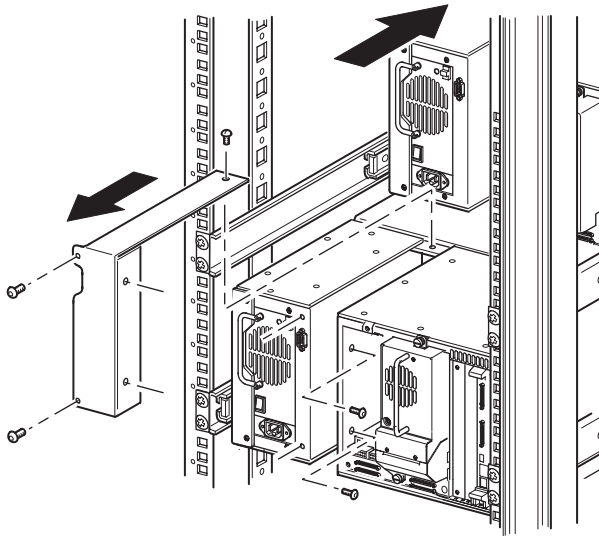

Figura 2–8: Extracción de la cubierta del PTM
- c. Con un destornillador n.º 2 de Phillips, extraiga los tornillos que fijan la cubierta protectora del PTM a la parte trasera del chasis de cada una de las bibliotecas (consulte la Figura 2–8).
4. Instale la unidad de base de PTM (consulte la Figura 2–9).